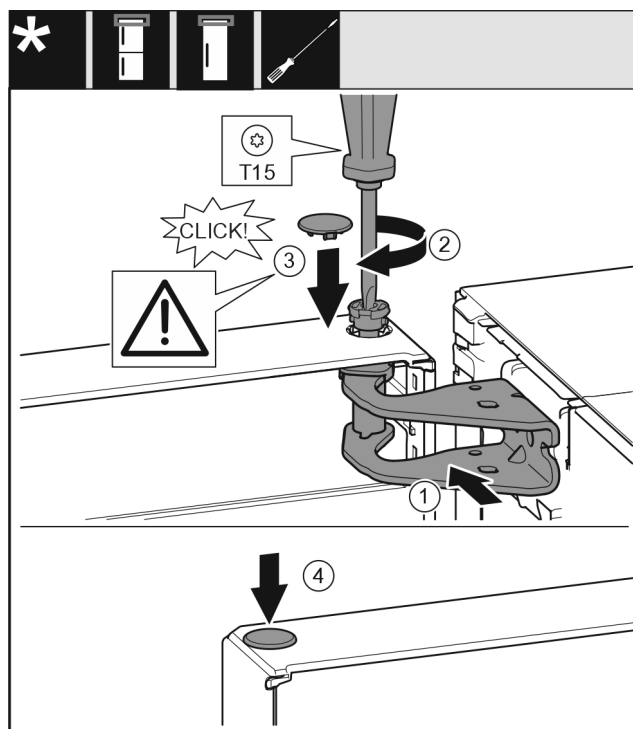

Fig. 23
- Igazítsa be az ajtót fent a csapágycsak Fig. 23 (1) nyílásához.
- Helyezze be a csapszeget Fig. 23 (2), és húzza meg csavarhúzóval.
- Helyezze be a fedelet Fig. 23 (3).
- Ellenőrizze, hogy a fedél Fig. 23 (3) felfekszik-e az ajtóra.
- Helyezze be a fedelet Fig. 23 (4).